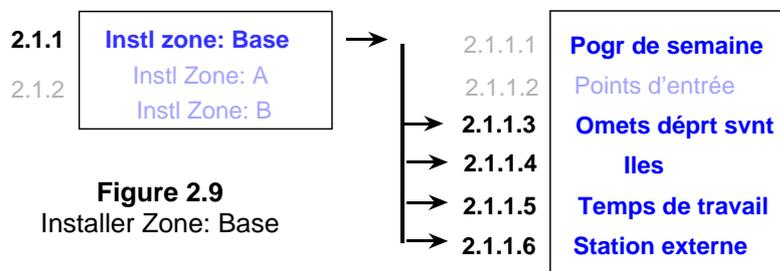

Figure 2.9
L'option '**Omets départ suivant**' permet à l'utilisateur d'omettre la prochaine opération programmée (Figure 2.9).
2. Sous le menu '**Installer Zone: Station de recharge**' défilez jusqu'à l'option 'Omet départ suivant' et appuyez sur '**GO**' pour établir l'option (voir Figure 2.9).
La définition de cette option sur '**off**' permet à la tondeuse d'acquérir le Câble périphérique immédiatement dès qu'elle commence à chercher la Station de recharge, sans qu'il ne soit nécessaire de converger jusqu'à l'extrémité de la pelouse (Figure 2.9).